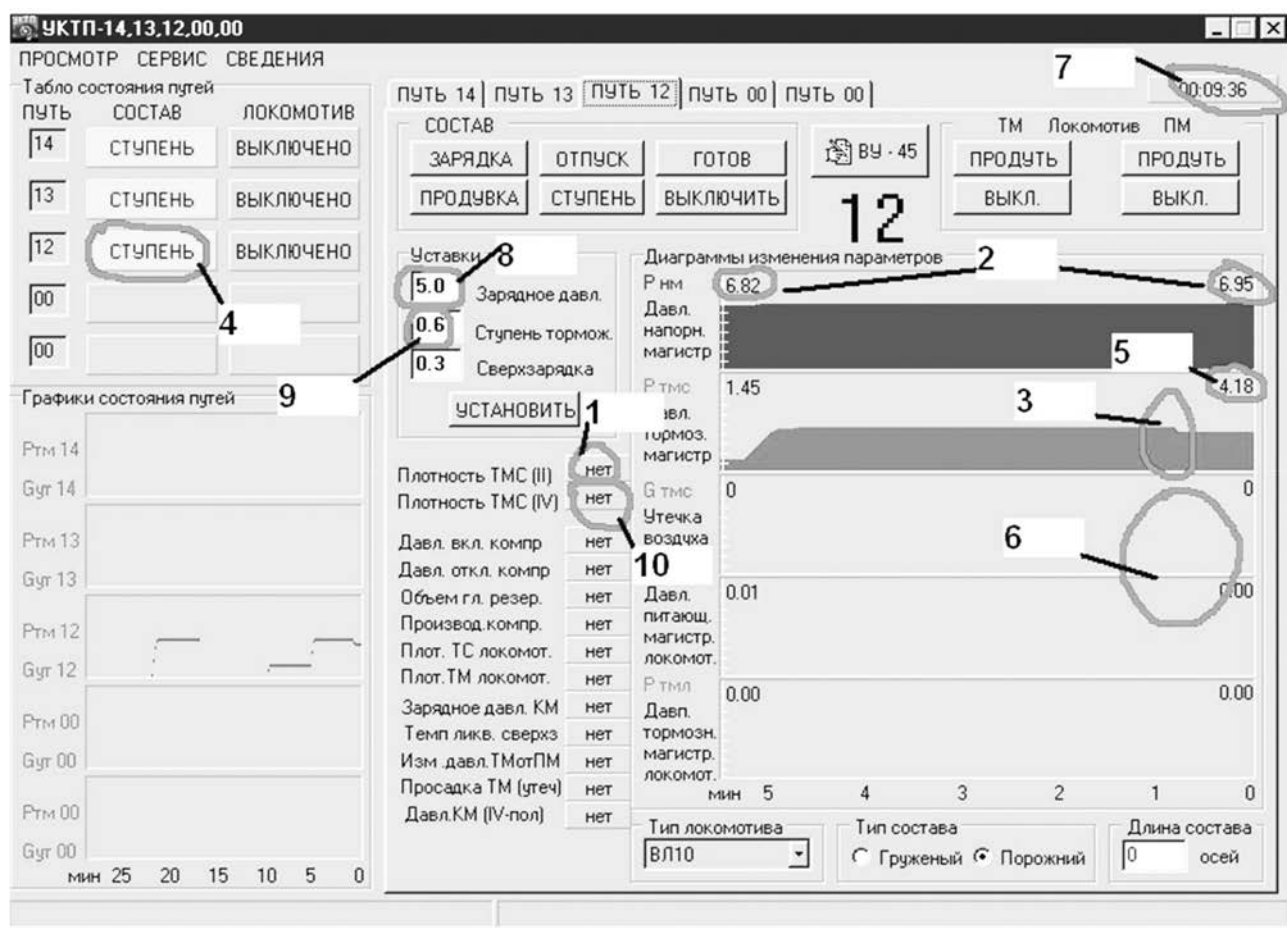

Рис. 11. Вид рабочего окна программы УКТП в режиме «СТУПЕНЬ»
- при установке в окне СОСТАВ режима «СТУПЕНЬ» на табло состояния путей (верхний левый угол, рис. 11) загорается надпись «СТУПЕНЬ» (рис. 11, поз. 4);
- появляется снижение давления на диаграмме давления тормозной магистрали $P_{\text{ТМС}}$ (рис. 11, поз. 3) от зарядного давления 4,9–5,1 кгс/см² до меньшего давления на величину ступени 0,6 кгс/см² — 4,3–4,5 кгс/см² (рис. 11, поз. 5, 9). Отсутствие снижения зарядного давления на величину ступени торможения (рис. 11, поз. 9) на диаграмме $P_{\text{ТМС}}$ является признаком неисправности установки. Также неисправностью считается снижение давления менее допустимого, на рисунке 11 показан такой пример: 5,0 – 0,6 = 4,4 кгс/см², давление должно быть в пределах 4,3–4,5 кгс/см², а показание на диаграмме $P_{\text{ТМС}}$ составляет 4,18 кгс/см², что свидетельствует о сбое в работе УКТП;
- давление напорной магистрали $P_{\text{НМ}}$ (рис. 11, поз. 2) должно быть в пределах 6,5–9,0 кгс/см²;
- плотность ТМС (II) для установки УКТП — должна быть надпись «Нет» (рис. 11, поз. 1), так как состав не подключен к БПК, наличие любого другого значения свидетельствует о возможной неполадке датчика учета
плотности или сбое в программе установки (рис. 11);
- плотность ТМС (IV) для установки УКТП — должна быть надпись «Нет» (рис. 11, поз. 9), так как состав не подключен к БПК, наличие любого другого значения свидетельствует о возможной неполадке датчика учета плотности или сбое в программе установки (рис. 11);
- при снижении давления на диаграмме давления тормозной магистрали $P_{\text{тмс}}$ (рис. 11, поз. 3) скачка утечки на диаграмме утечки воздуха $G_{\text{тмс}}$ не должно быть (рис. 11, поз. 6), ее наличие является неисправностью (рис. 11).